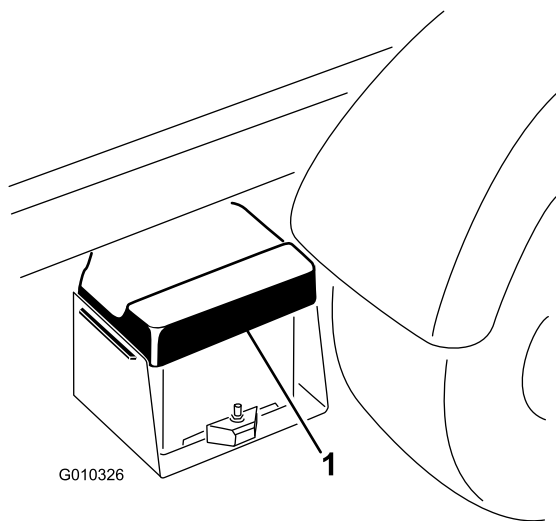

図 41
1. バッテリーカバーをたわめて、タブをバッテリーベースから外し、カバーをバッテリーから取り外す 図 41。